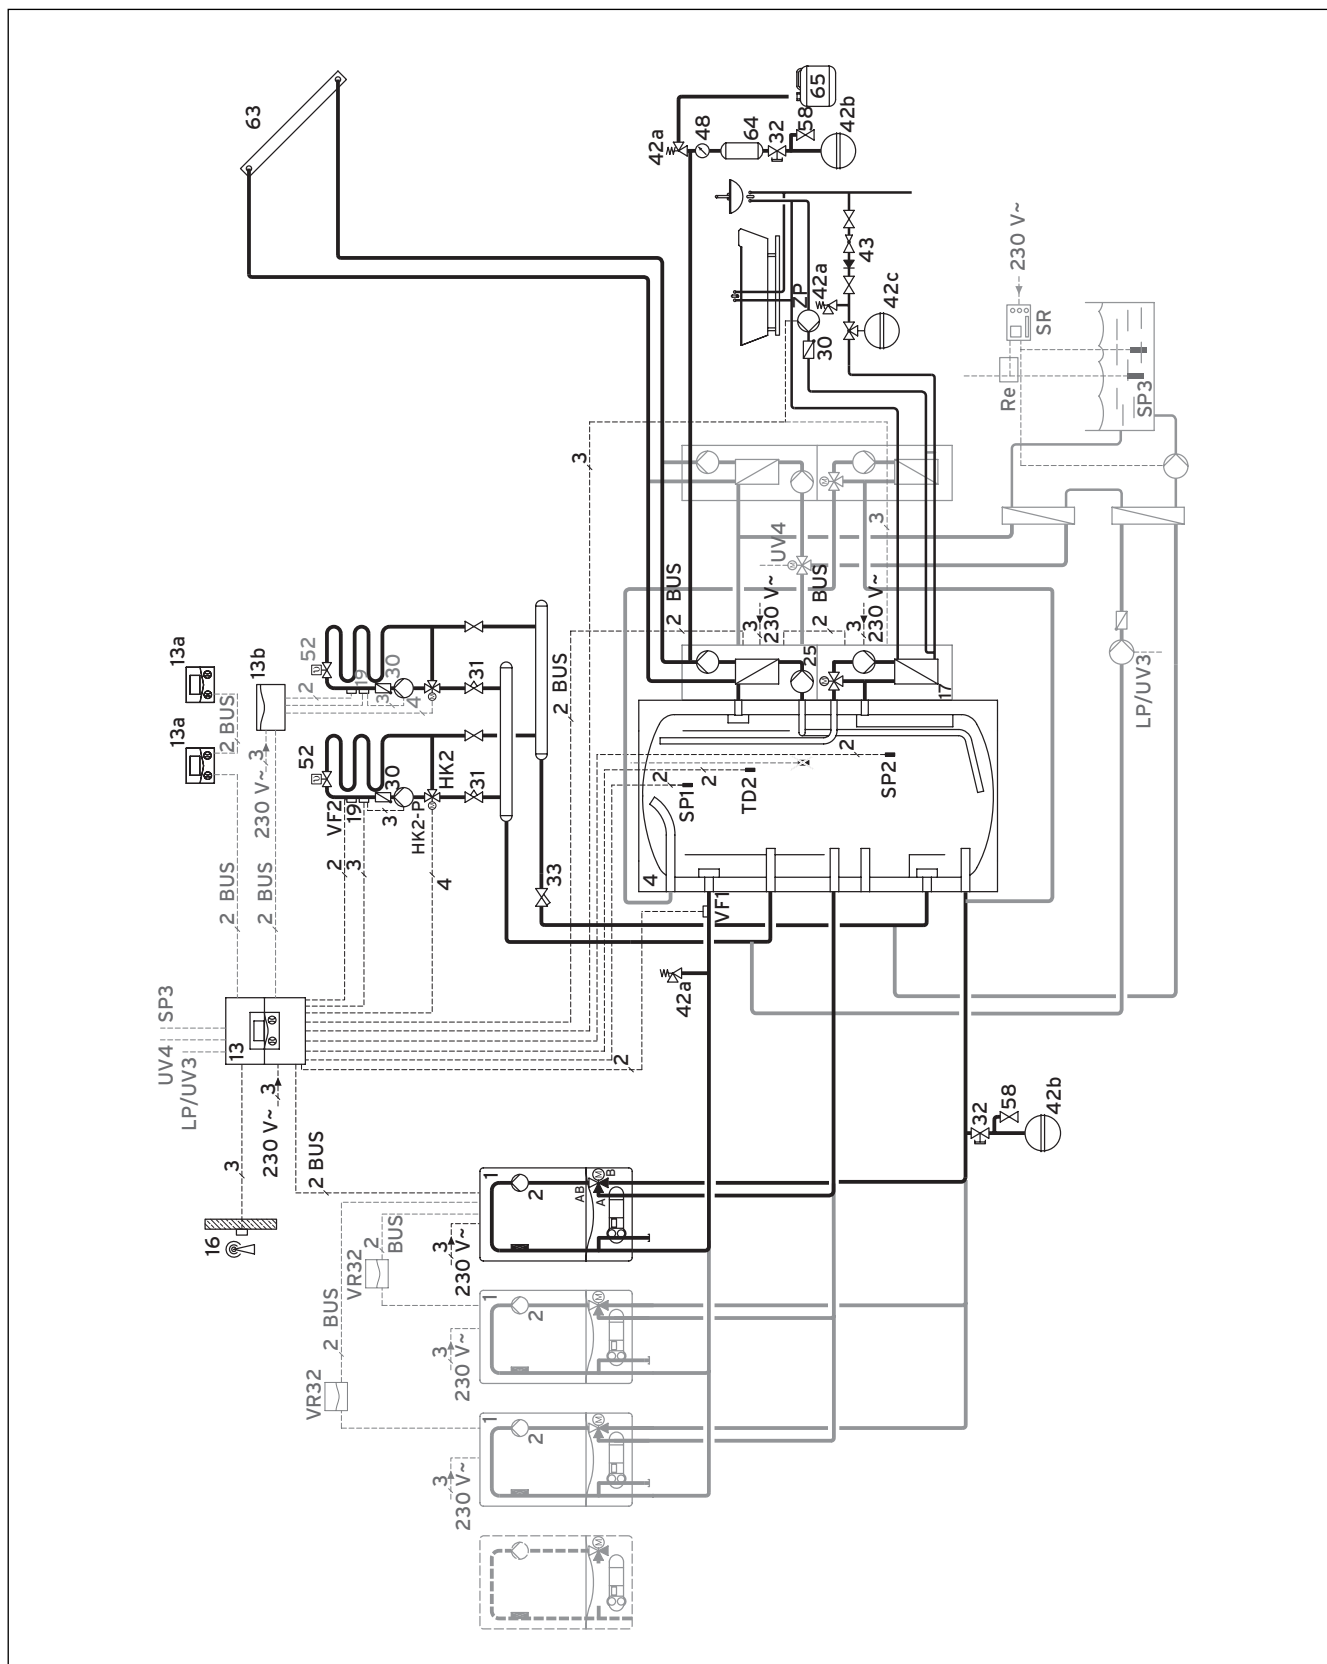

Abb. 3.9 Anschlussschema Gas-Wandheizgeräte
Tab. 3.5 Legende zu Abb. 3.9 Anschlussschema Gas-Wand-heizgeräte (Fortsetzung nächste Seite)
**Tab. 3.5 Legende zu Abb. 3.9 Anschlussschema Gas-Wand-